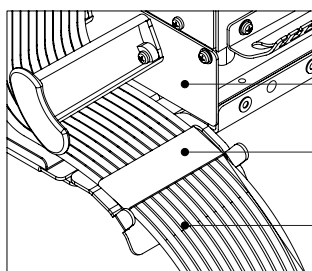

Figura 11A
3. Após a instalação de todos os cordões, fixe-os na saída do primeiro Sub-Rack de Fusão (Sub-Rack numero 1) utilizando o Velcro dupla face (veja figura 11A).